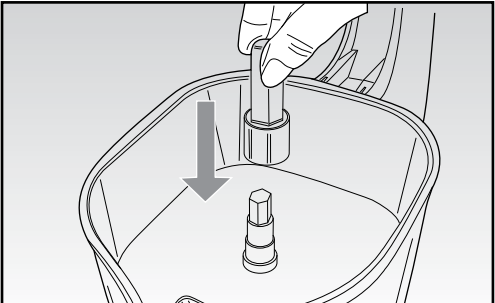

Fig. 2
- Wstawić sworzeń obrotowy (G) do otworu znajdującego się w górnej podstawie obudowy urządzenia (H) (Rys. 2).